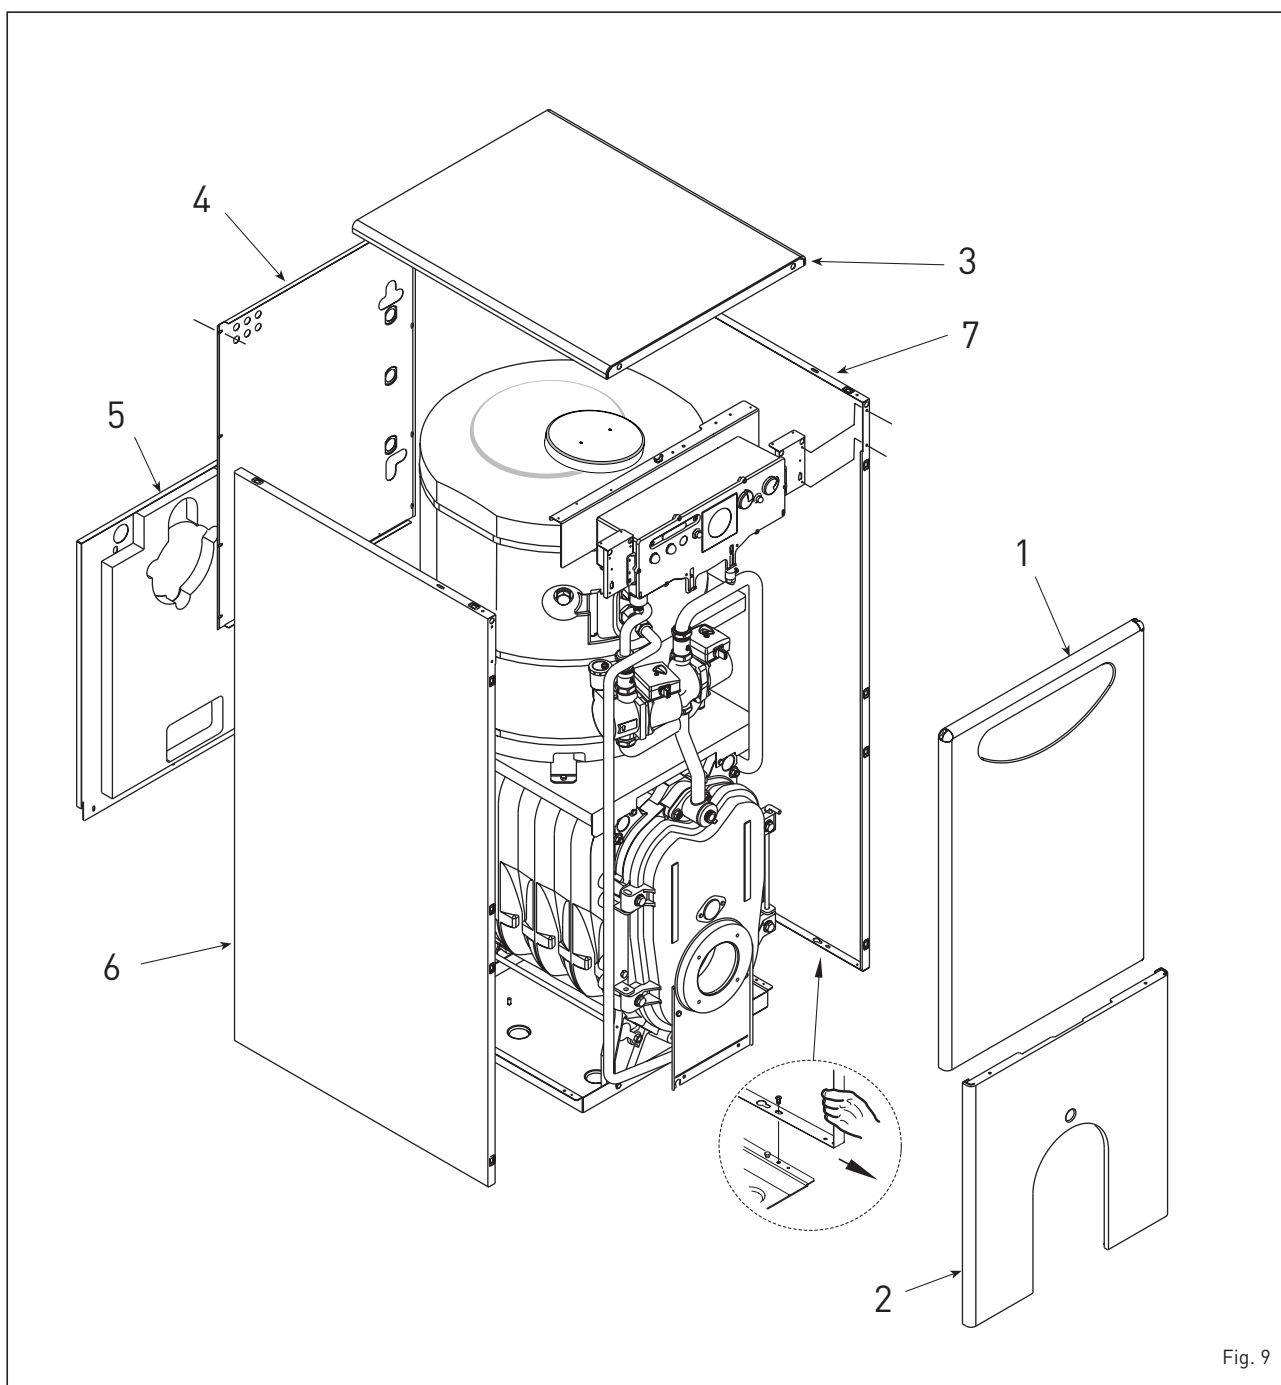

Fig. 9
3.3.3 Smontaggio mantello (fig. 9)
gressione numerica di fig. 9.